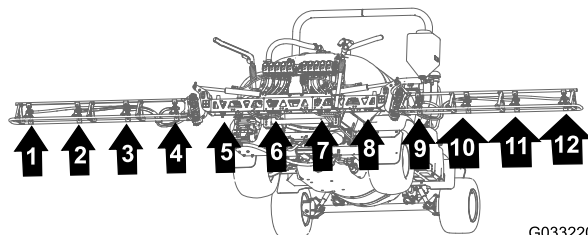

図 106
1. 散布ノズル1、2、3、4番用のホースを、センターブームの左端にあるR クランプに通す 図 106 と 図 107。
2. 散布ノズル7、8、9、10番用のホースを、センターブームの右端にあるR クランプに通す 図 106 と 図 107。
3. 図 106と図 107のように、給液ホース279cmとバーブ付きホースシャック3/4 インチをブームに沿って散布ノズル10番へ配設する。
4. 図 106と図 107のように、給液ホース234cmとバーブ付きホースシャック3/4 インチをブームに沿って散布ノズル29番へ配設する。
5. 図 106と図 107のように、給液ホース188cmとバーブ付きホースシャック3/4 インチをブームに沿って散布ノズル3番と8番へ配設する。
6. 図 106と図 107のように、給液ホース188cmとバーブ付きホースシャック3/4 インチをブームに沿って散布ノズル4番と7番へ配設する。